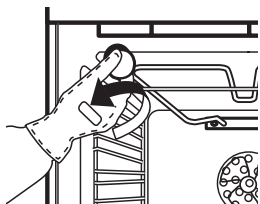

Рис. 5
2. Открутите плафон лампочки (Рис. 5), замените лампочку (см. тип лампочки в примечании) и снова закрутите плафон.